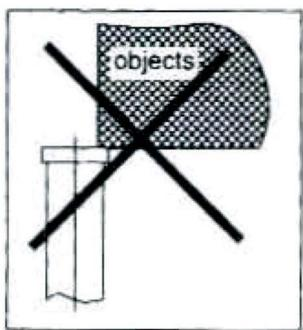

Bild 2
- Vrid aldrig, under några omständigheter, på justeringsskruven (18), då en olycka kan komma att ske. Dessa detaljer (10, 11, 18, 19, 20, 21) är överbelastningsskydd.
- Använd aldrig ytterkanten av domkraftens huvud för att lyfta last (se bild 2).